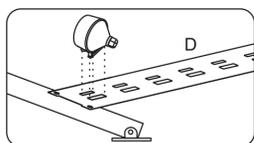

Figura 1
Instale los conos de plástico negro en el soporte inferior de los tubos (D) como se muestra en la **Figura 1**.